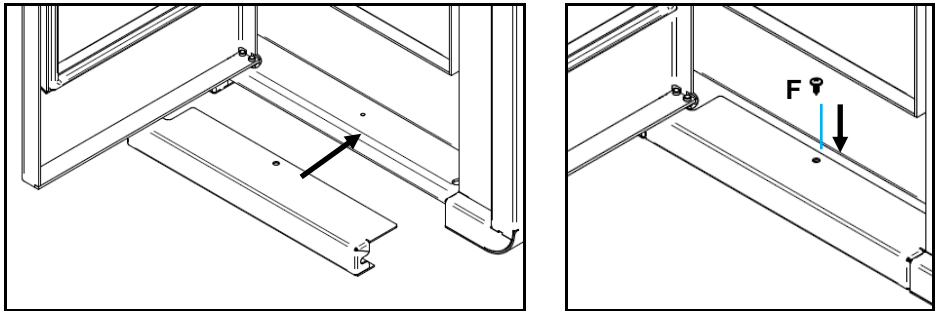

Figura 46 - Fijación de la pieza inferior Olive
l) Finalmente, fijar la parte inferior del equipo como se muestra en la Figura 46, abriendo la puerta y colocar la pieza de remate inferior en la base, alineando los agujeros del juego con el equipo y luego fíjelo con un tornillo **F** (DIN 7981 4,2 x 13) o tornillo (ISO 3780 M5x12).